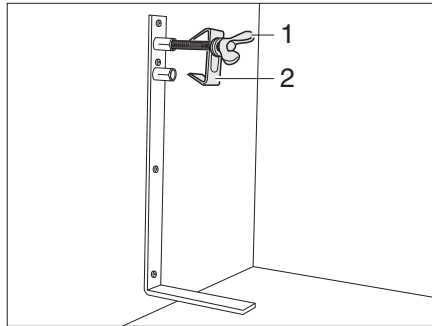

Bild 184 Ersatzrad-Halterung
- Die Schraube (Bild 184,1) lösen und mit der Zentrierung (Bild 184,2) abnehmen.